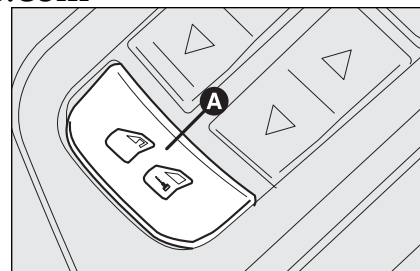

fig. 13
- ☐ tecla **A**-fig. 13 de bloqueo y desbloqueo de las puertas ubicada en el panel de la puerta del lado conductor;